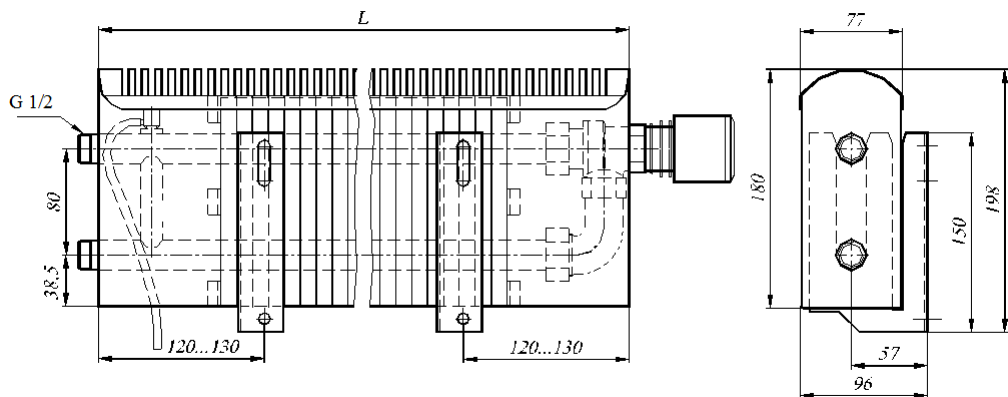

Рис.2 Конвектор «Новотерм» СКН 204...225 Т1
4.5 Размеры изделий представлены на Рис.2, 3, 4, 5, 6, 7 и таблице 1.